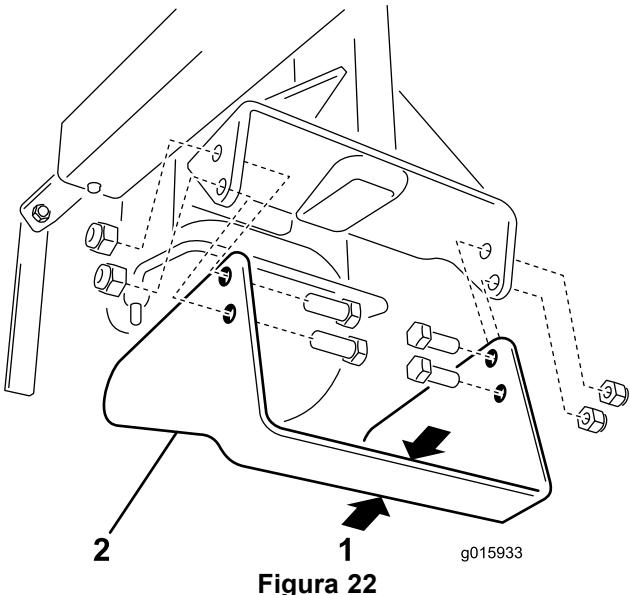

Figura 22
Compruebe frecuentemente la cuchilla del cortabordes y cambie la cuchilla si la anchura de la misma queda reducida a 1-1/4 pulgadas (Figura 22).
3. Retire los 4 tornillos y tuercas que sujetan la cuchilla al brazo del cortabordes (Figura 22).